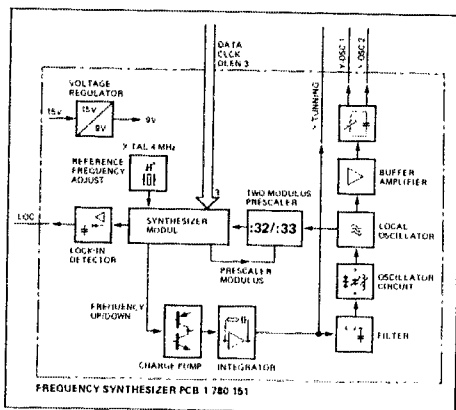

Fig. 3.5
3.1.6 Frequenzsynthesizer und Lokalschaltzillator (Fig. 3.5)
3.1.6 Frequency synthesizer and local oscillator (Fig. 3.5)
3.1.6 Synthétiseur de fréquence et oscillateur local (fig. 3.5)